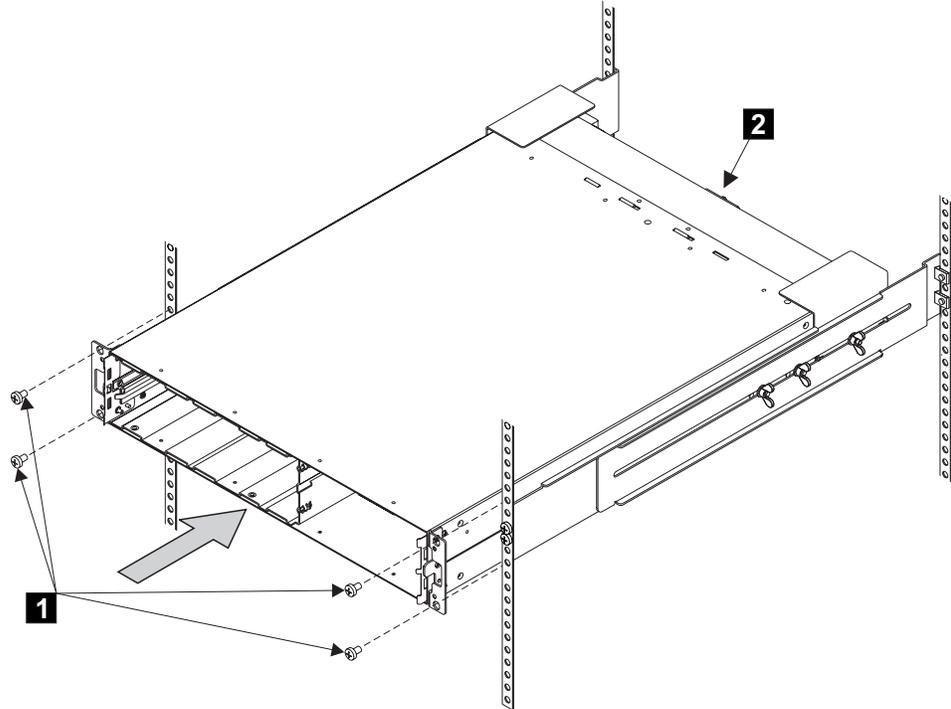

図 40. ラックへの 2145 UPS の取り付け
6. 前面の平頭ねじ **1** を、69 ページの図 40 に示すように取り付けます。